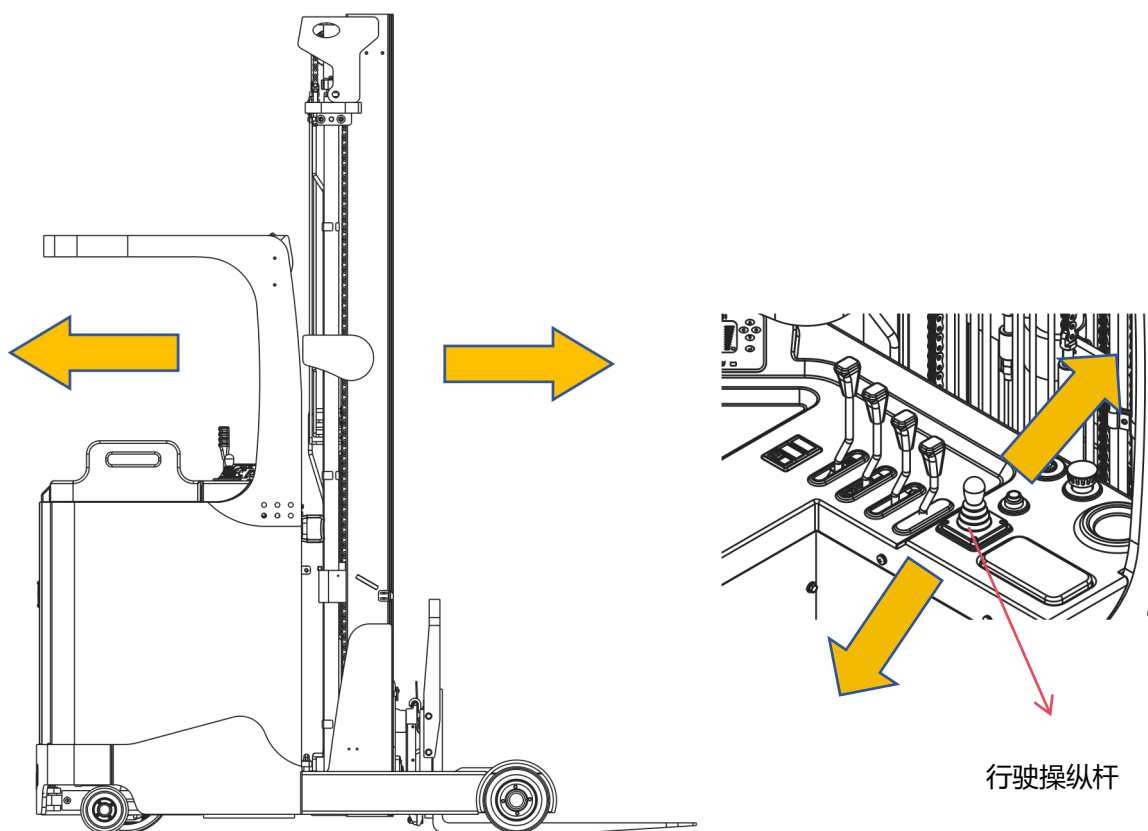

图 10 行驶示意图
- 通过行驶操纵杆（图 9 中 8）控制车辆前进后退（图 10）；